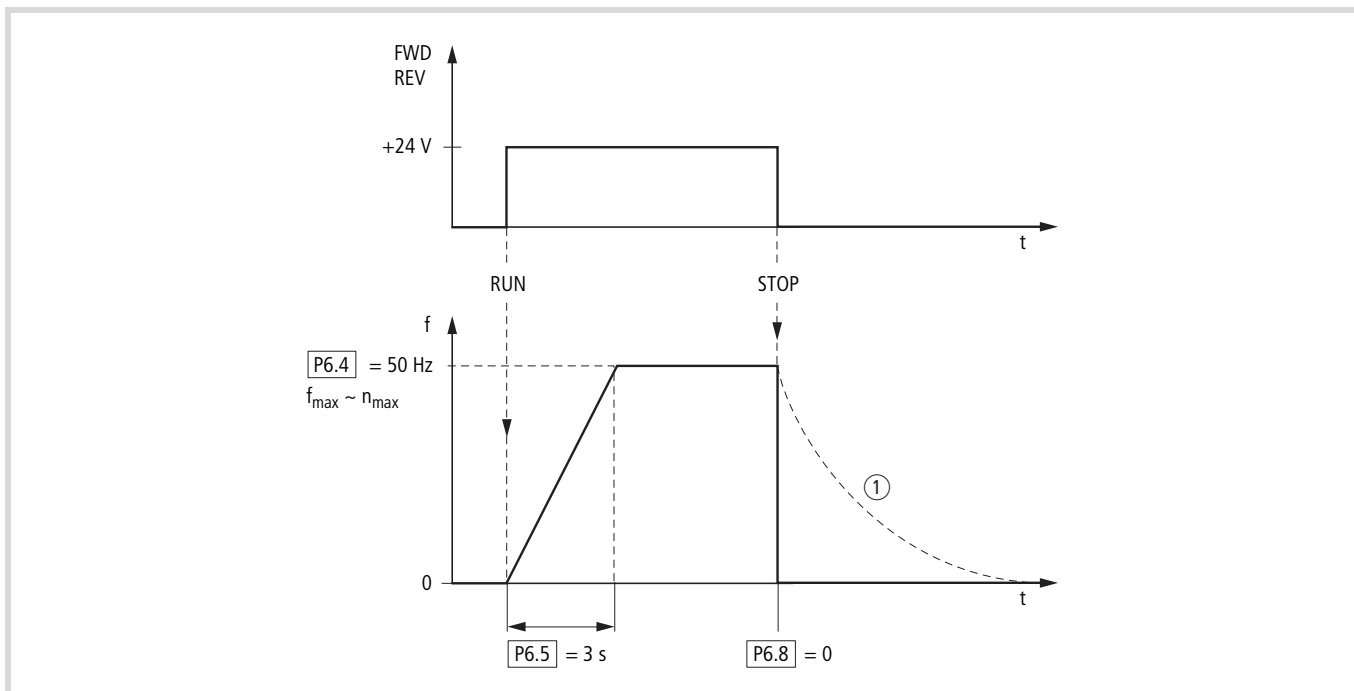

рисунок 59: Команда запуска-останова при максимальном напряжении заданного значения, рампа ускорения = 3 с
рисунок 59 на страница 71 показывает в качестве примера процедуру, когда включается сигнал деблокировки (FWD/REV) и когда приложено максимальное напряжение заданного значения (+10 В). Частота вращения вала электродвигателя следует за выходной частотой, в зависимости от момента нагрузки и инерции (проскальзывание), от нуля до n_{max} .
Если при работе сигнал деблокировки (FWD, REV) отключается, то инвертор немедленно блокируется (STOP) и значение выходной частоты устанавливается равным нулю. Вал электродвигателя выполняет неуправляемый выбег (смотрите ① на рисунок 59, страница 71).